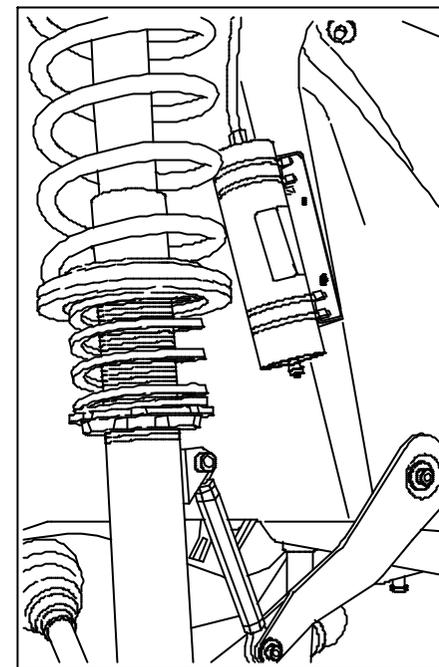

Fig 2
- ☞ Fixer les supports de bonbonnes d'amortisseurs suivant la fig 2.